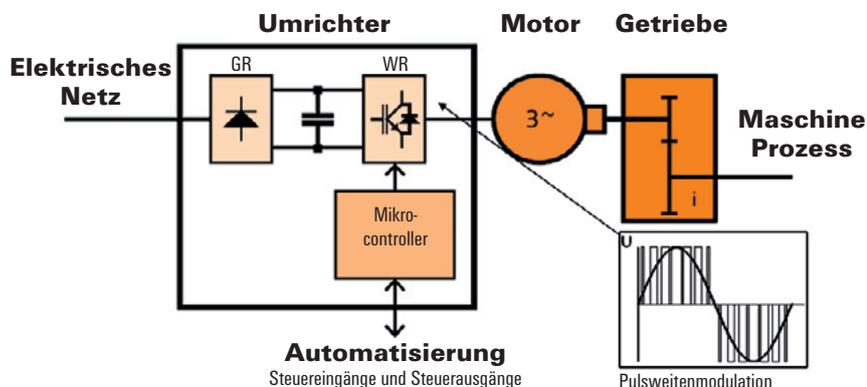

Abb. 2: Funktionsschaltbild einer Motorsteuerung
- Abbildung 2: Funktionsschaltbild einer Motorsteuerung